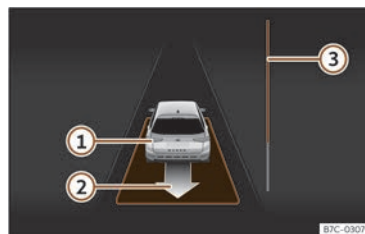

Abb. 136 Am Bildschirm des Kombi-Instruments: parallel zur Fahrbahn ausparken.
- Fahren Sie rückwärts, bis das Dauertonsignal des ParkPilot ertönt; **ODER:** fahren Sie zurück, bis am Bildschirm des Kombi-Instruments die Anzeige zur Vorwärtsfahrt erscheint. Die Fortschrittsanzeige >>> **(Abb. 136)**  zeigt den zurückzulegenden Abstand an.